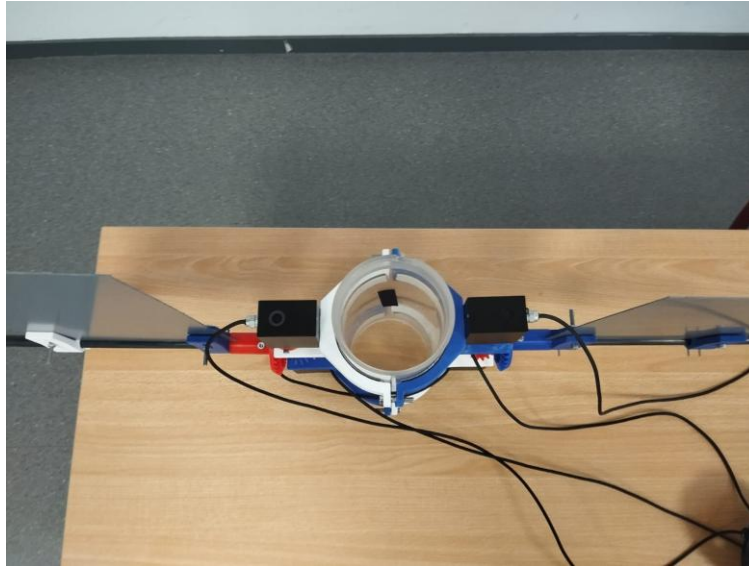

Figure 6 : Position des ailes lors de l'assemblage final
- Veiller à maintenir **l'alignement précis** des moteurs et des ailes pendant cette étape pour éviter tout décalage ou contrainte mécanique. (Voir figure 6 pour l'alignement des ailes)